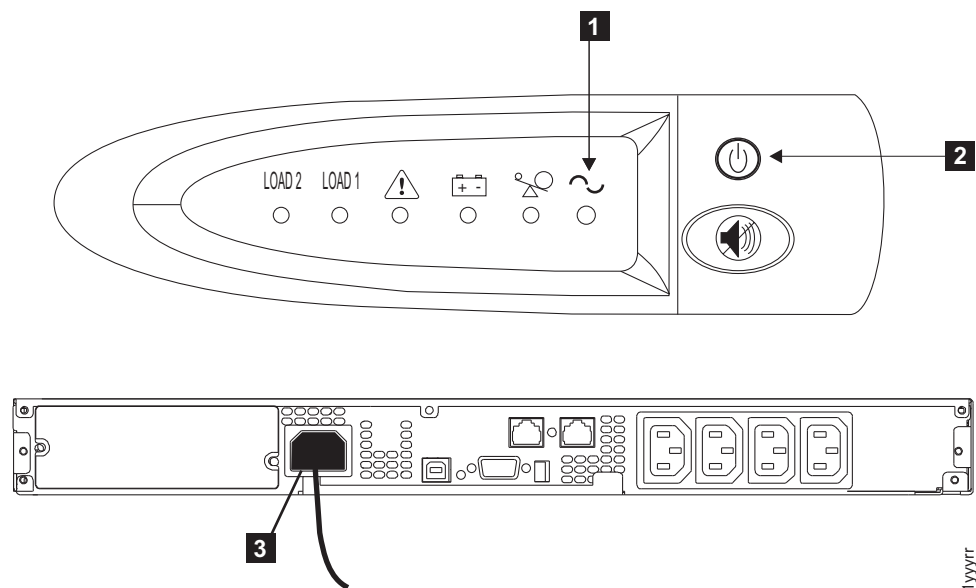

图 239. 2145 UPS-1U 的前后面板
2. 按住开关按钮（**2**），直至电源指示灯（**1**）熄灭为止（大约 5 秒钟）。在某些 2145 UPS-1U 版本上，您需要使用一个尖头设备（如螺丝刀）来按压开关按钮。2145 UPS-1U 进入待机方式，并且所有指示灯都熄灭。图 239 显示了 2145 UPS-1U 的前视图和后视图。